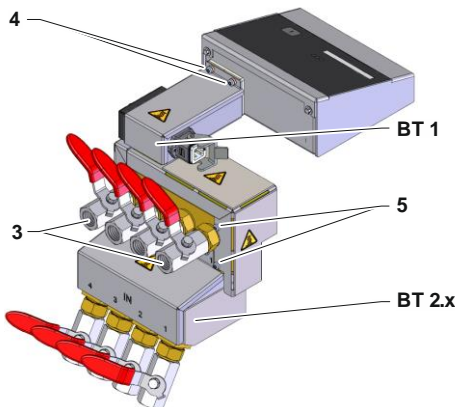

Fig. 8: Flow-5 avec robinet à boisseau
- Poser l'isolation et la tôle de protection puis insérer les vis (marquage 5 → Fig. 8).
- Poser l'isolation et la tôle de protection puis insérer les vis (marquage 4 → Fig. 8).
- Le cas échéant, monter les robinets d'arrêt OUT 1 et 4 (marquage 3 → Fig. 8).